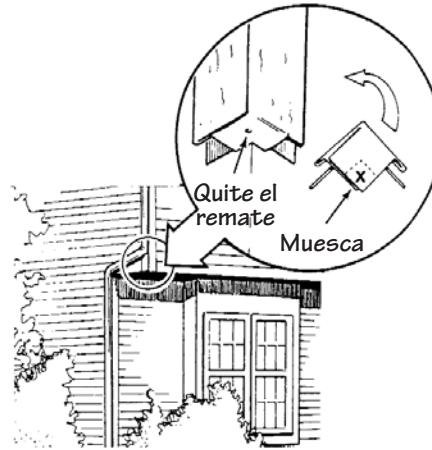

Figura 81.
- Taladre un agujero de 1/8" en el centro, a través de ambas capas de vinilo, e instale un remache desmontable para fijarlos en su lugar. Corte una muesca en ambas capas para permitir que haya un espacio libre para la esquina (Figura 81).